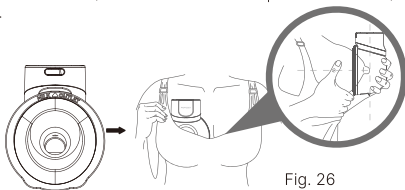

Fig. 26
- a. Prima di azionare il tiralatte, assicurarsi che sia ben premuto sul seno, senza spazi vuoti (Fig. 26).